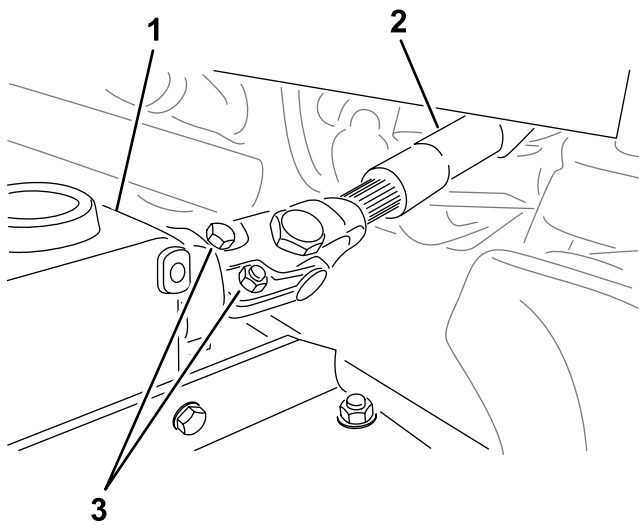

Figura 4
3. Fate scorrere la forcella dell'albero della PDF sull'albero della scatola ingranaggi e fissate gli alberi tra loro con 2 bulloni e dadi in direzioni opposte (Figura 4).
4. Serrate i bulloni e i dadi (Figura 4); fate riferimento al *Manuale dell'operatore* della macchina per la specifiche sulla coppia.